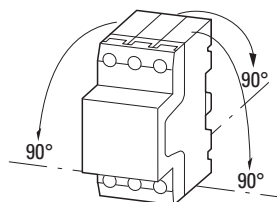

Abbildung 7: Zugelassene Einbaulage für Motorschutzschalter PKZM4.../XTPR...DC1
- Montieren Sie den Motorschutzschalter nur wie in → Abbildung 7 dargestellt.